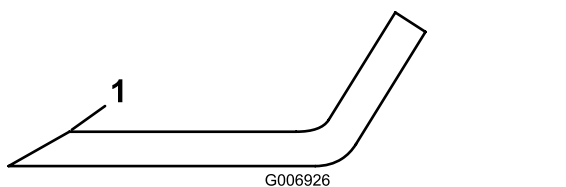

Figura 75
4. Inspeccione los filos de corte de todas las cuchillas. Afile los bordes de corte si están romos o tienen mellas; afile únicamente la parte superior del filo y mantenga el ángulo de corte original para asegurar un afilado correcto (Figura 75).